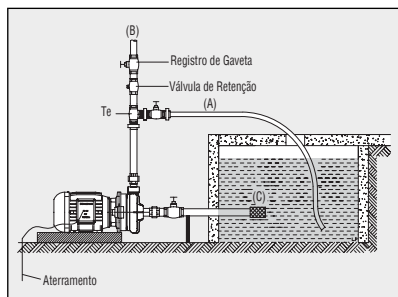

Figura 21 - Instalação Bomba MBV
- ① Bombas para líquidos com sólidos em suspensão, conforme tamanho especificado na Tabela 7.
- ② A Bomba MBV deverá ser instalada afogada, conforme Figura 21.
- ③ A viscosidade do líquido não pode ultrapassar 500 SSU ou 100 cSt (similar ao óleo SAE 40), de acordo com as especificações técnicas do líquido.
- ④ Para o correto funcionamento da bomba, quando bombeando água com sólidos em suspensão, recomendamos colocar um Tê no bocal de recalque: em uma das extremidades, conecte um registro e acople uma mangueira (item A da Figura 21), direcionando-a de volta ao local de sucção para misturar as partículas ao líquido a ser bombeado, e na outra extremidade, a tubulação de recalque (item B da Figura 21). Cuide para que a mangueira de recirculação fique afastada da tubulação de sucção, evitando desta maneira, a formação de bolhas de ar. Instale, também, um pré-filtro (tipo cesto) (item C da Figura 21), a fim de